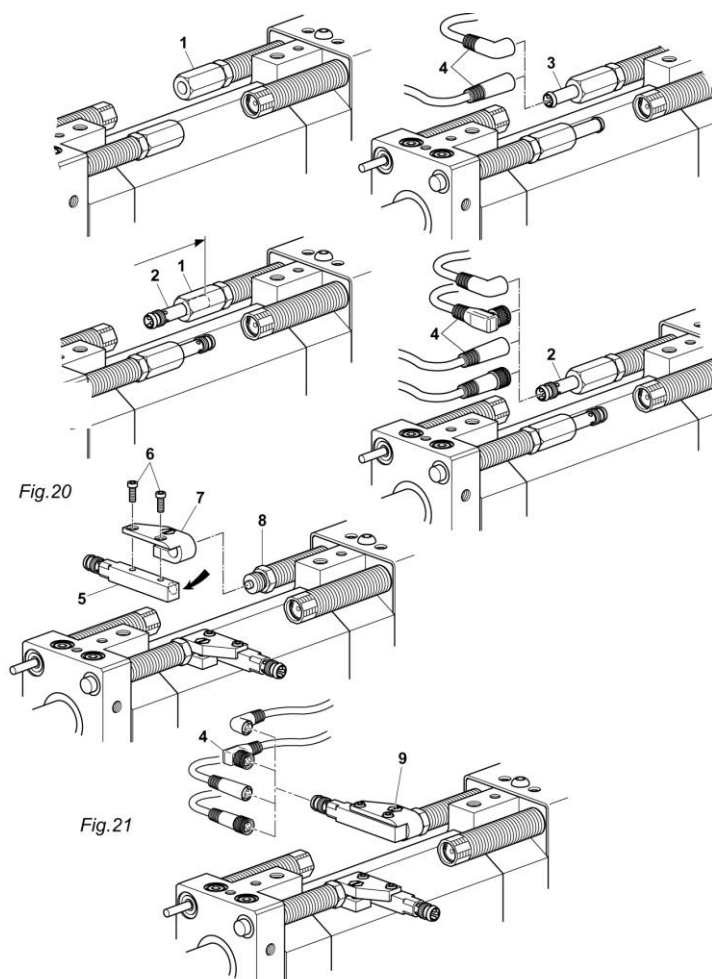

Fig. 15 Montage de l'initiateur 6.5 mm
1. Visser le support de l'initiateur (Fig. 15, 1) sur la vis de butée.
2. Insérer l'initiateur (Fig. 15, 2) dans le support d'initiateur jusqu'à la butée.
3. Serrer légèrement le support de l'initiateur (Fig. 15, 1).
4. Montez le connecteur (Fig. 15, 4).